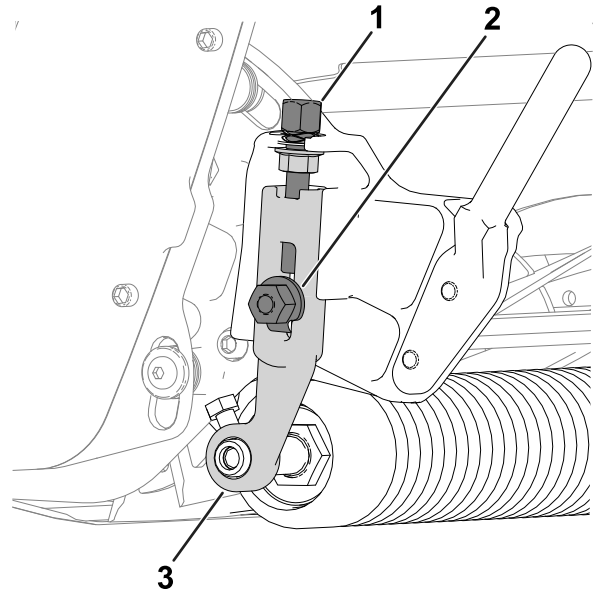

Figura 12
1. Afloje las contratuercas que sujetan los brazos de altura de corte a las chapas laterales de la unidad de corte (Figura 12).